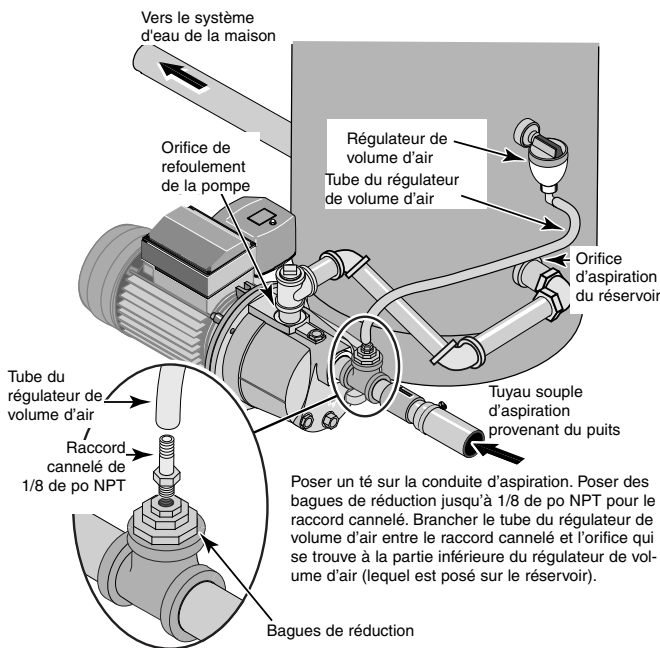

Figure 6 : Branchements sur un réservoir standard
## BRANCHEMENT SUR UN RÉSERVOIR STANDARD (FIGURE 6)
1. Poser un té dans l'orifice de refoulement de la pompe (voir la Figure 6).
3. Poser un té et des bagues de réduction sur le tuyau d'aspiration, comme il est illustré à la Figure 6.